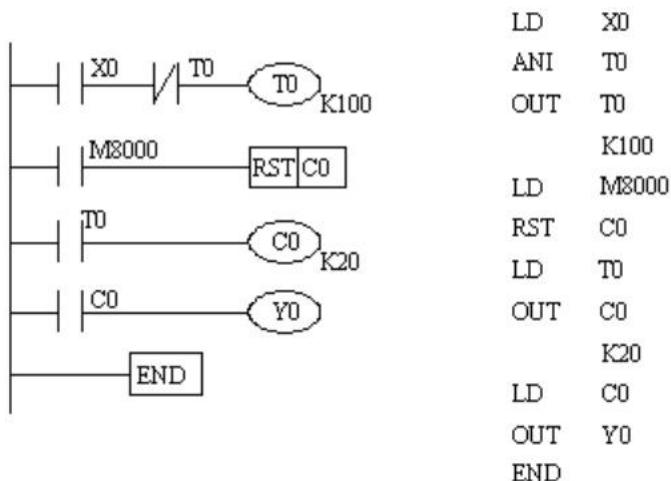

图 13 计数器/定时器梯形图语句表
该实验的梯形图和语句表如图 13 所示。
- (1) 按图 13 输入程序。
- (2) 检查程序，使其正确。
- (3) 运行程序，观察输出结果。当 X0 接通，定时器 T0 开始计时，经过 10s，T0 的常闭接点断开，T0 定时器断开复位，待下一次扫描的时候，T0 的常闭接点才闭合，T0 线圈又重新接通（即 T0 接点每 10s 接通一次，每次接通时间为一个扫描周期）。计数器 C0 对这个脉冲信号进行计数，计到 20 次时，C0 常开触点闭合，使线圈 Y0 有输出。从 X0 接通到 Y0 有输出，时间为 $(100 \times 0.1s) \times 20 = 200s$ 。